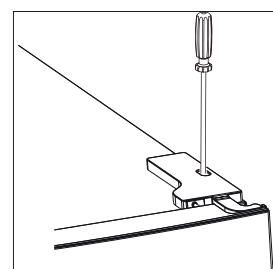
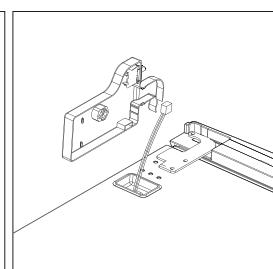

Fig. 1
Fig. 2
- ▶ Desenrosque el tornillo de sujeción de la cubierta de bisagra (1) con un destornillador de estrella (fig. 1) y retire ligeramente la cubierta (fig. 2).
- ▶ A continuación, presione el desbloqueo de la clavija del cable y tire a la vez de ella para sacarla del casquillo de la cubierta de bisagra (1).
- ▶ Retire por completo la cubierta de bisagra (1).